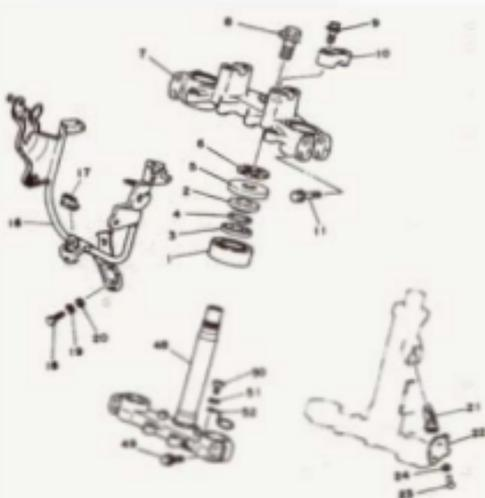

Bild 179
- 11 Schraube M 14 x 1,25, 58 Nm (Vergleiche Teil 8 in Bild 179)
Das in Bild 179 mit Teilenummer 1 dargestellte Kegelrollenlager besteht aus drei Teilen:
Alle Einstellmassnahmen wie vorher beschrieben. YAMAHA schreibt für die Einstellmutter 6 in Bild 179 ein maximales Anzugsdrehmoment von 38 Nm vor.